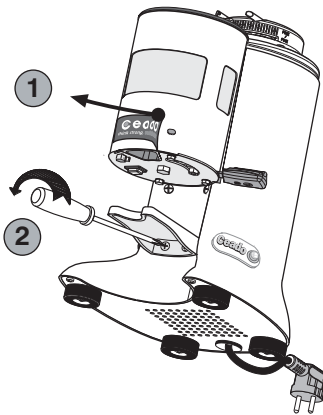

Abb. 13
- 1 Den Ceado-Aufkleber vom Dosierer entfernen (1, Abb. 13) und die Auflagegabel entfernen,
indem die Befestigungsschrauben (2, Abb. 13) abgeschraubt werden. Letztere an einem sicheren Ort aufbewahren.